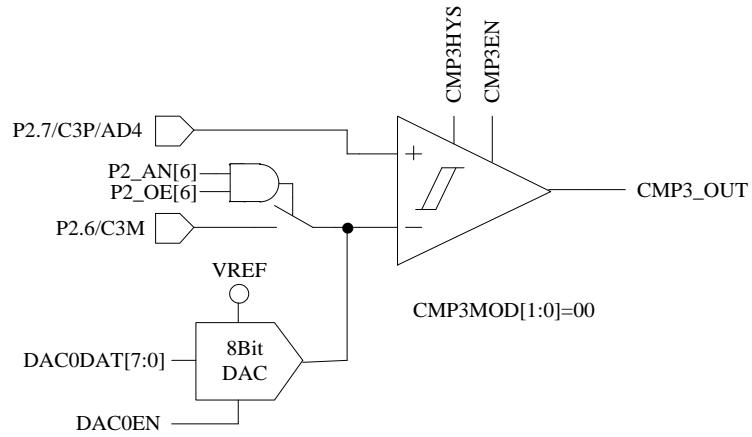

图 30-2 单比较器输入模式
- 配置 CMP\_CR1[CMP3MOD] = 00，CMP3 为单比较器输入模式，具体输入输出端口及接法如图 30-2 所示